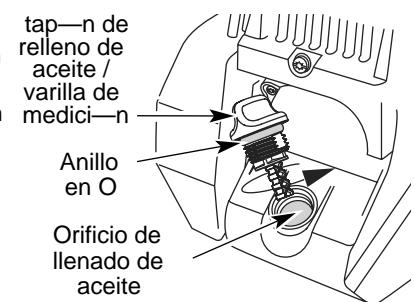

Fig. 24
en el orificio de llenado de aceite y vuelva a medir (Fig. 24). Repita hasta que el nivel de aceite llegue hasta la parte superior de la varilla de medición.
**NOTA:** Verifique que el anillo en O esté en su lugar en el tapón de llenado de aceite / varilla de medición cuando mida y cambie el aceite (Fig. 24).